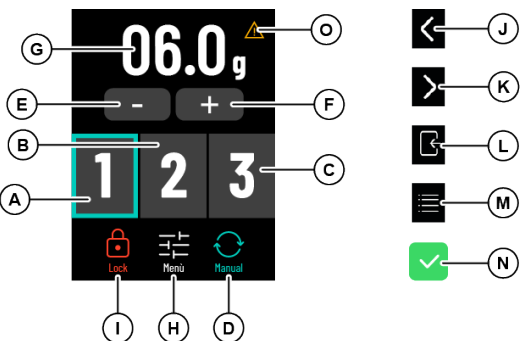

Fig. 5.2 - Главная страница
Описание дисплея см. на Fig. 5.2.
- Выберите порцию для выдачи с помощью соответствующих кнопок (A, B, C – Рис. 5.2).
Если во время выдачи на устройство оказываются внешние помехи (удар по держателю фильтра, удар по вилке и т.д.) до окончания выдачи, процесс помола приостанавливается, и на дисплее граммов (С - Рис.5.2) появляется сообщение "в процессе выполнения...".
Как только система стабилизируется, она будет готова к возобновлению помола. Нажмите одну из кнопок (А, В, С - Рис. 5.2), чтобы остановить процесс помола.
- Выберите порцию для выдачи с помощью соответствующих кнопок (А,В,С - Рис.5.2).
- Чтобы полностью остановить выдачу, нажмите и удерживайте кнопку «Время помола» на дисплее (С - Рис. 5.2) в течение нескольких секунд.
В состоянии остановки время помола на дисплее (С - Рис. 5.2) мигает.
Чтобы вернуть время дозирования к исходному значению, нажмите на мигающий индикатор времени помола (С - Рис. 5.2) на 2 секунды.
С главной страницы (Fig. 5.2) вы можете получить доступ к следующим функциям:
Чтобы уменьшить или увеличить выбранную порцию, нажмите кнопку + или - на главной странице (Е, F - Рис. 5.2). Отклонение для одной порции составляет 0,1 секунды или 0,1 грамм.
Чтобы включить непрерывное изменение времени порции или грамм, нажмите и удерживайте одну из двух кнопок + или - (Е, F – Рис. 5.2).